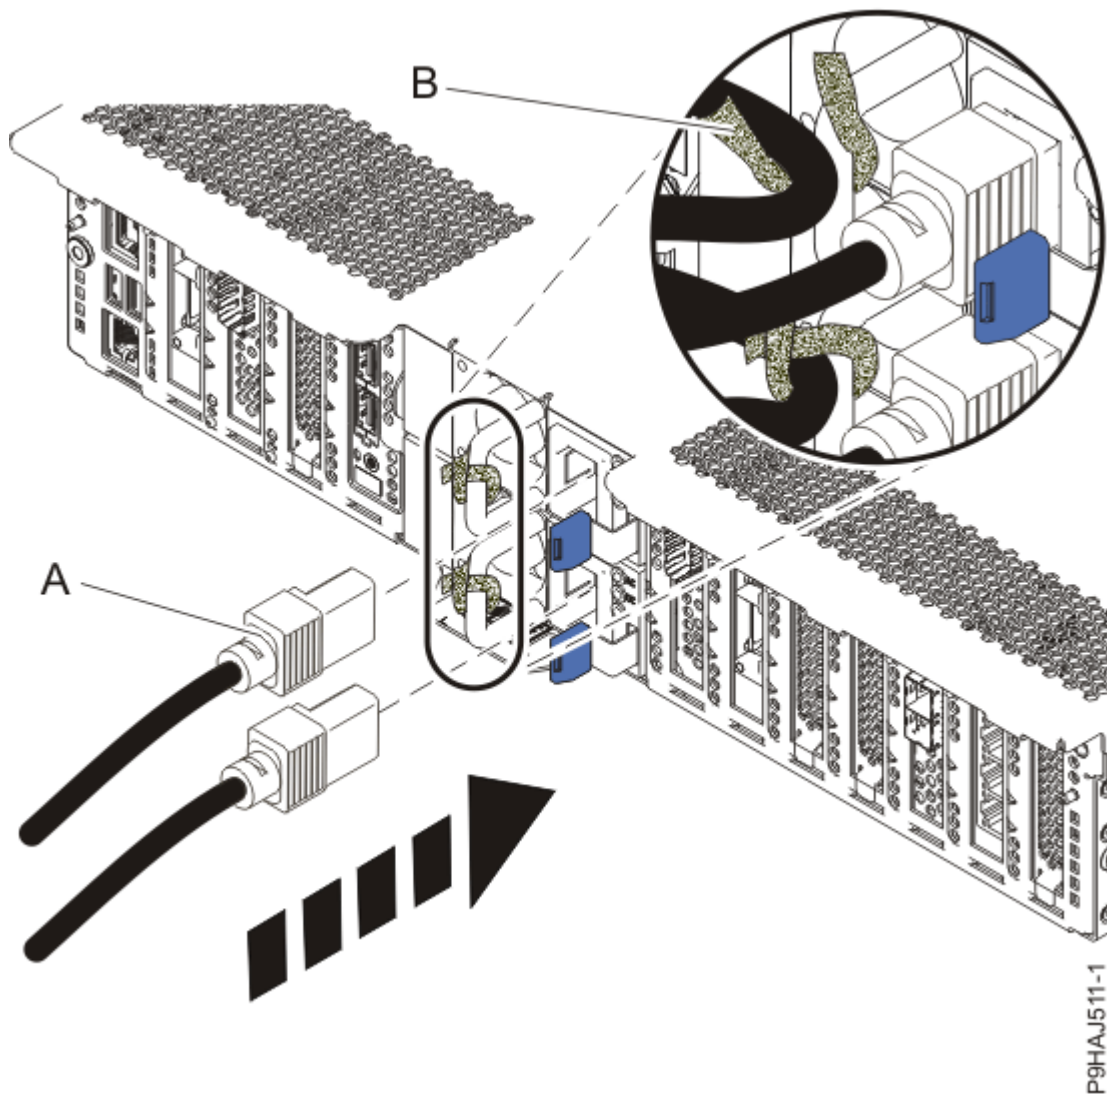

Abbildung 30. Netzkabel anschließen
9. Schließen Sie die Netzkabel **(A)** mithilfe Ihrer Beschriftungen wieder an die Systemeinheit an. Befestigen Sie die Netzkabel mithilfe der Klettverschlüsse **(B)** am System (siehe Abbildung 30 auf Seite 49).